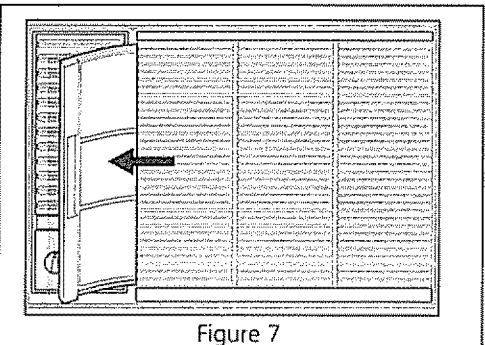

Figure 7
- Les louvres à 6 positions sont munies d'un filtre coulissant. À l'aide de la poignée du filtre, tirez-le vers la gauche, et dégagez-le du panneau avant (Figure 7).